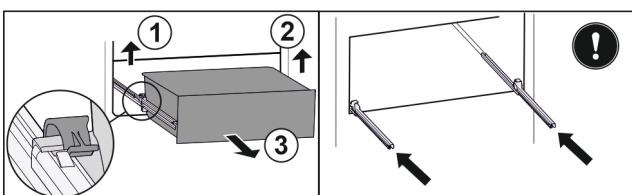

Fig. 114
- ▶ Linke Klemme anheben und gleichzeitig Schubfach links nach vorne ziehen. Fig. 114 (1)
- ▶ Rechte Klemme anheben und gleichzeitig Schubfach rechts nach vorne ziehen. Fig. 114 (2)
- ▶ Schubfach nach vorne entnehmen. Fig. 114 (3)